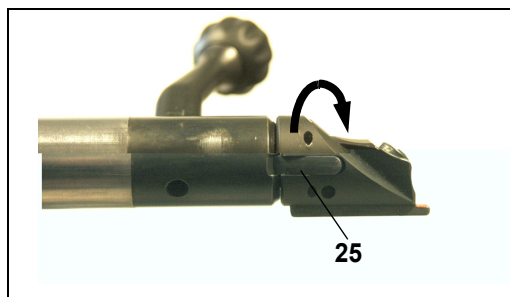

Abb. 7 // Verdrehsicherung einrasten
3. Schlösschen im Uhrzeigersinn drehen, bis die Verdrehsicherung (25) in der vorgesehenen Aussparung einrastet (Abb. 7 //).